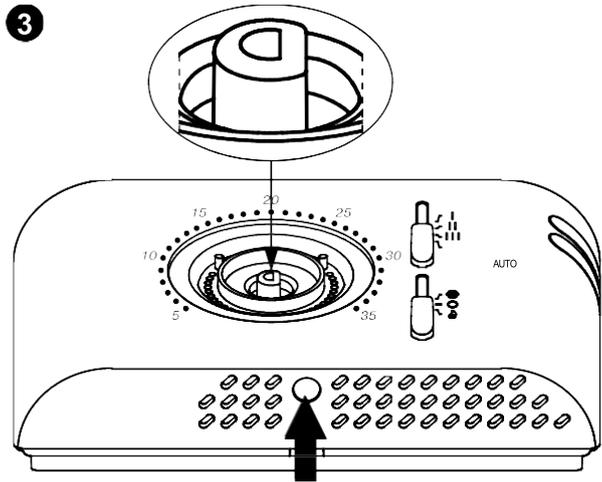

Fig. 4
- ❸ A l'aide d'un tournevis, pousser la languette plastique située dans la fente en bas jusqu'à soulever légèrement le couvercle (Fig. 4).